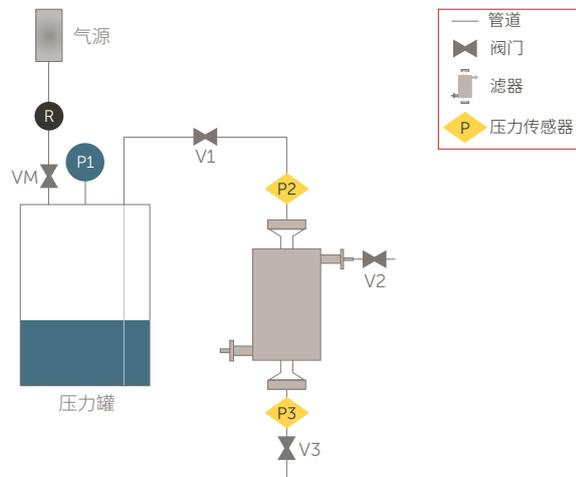

图 4. 恒压润湿系统示意图。
1. 确保系统的设置方式与恒压系统类似（如图 4 所示），并确保在开始测试之前关闭所有阀门（VM、V1、V2 和 V3）。